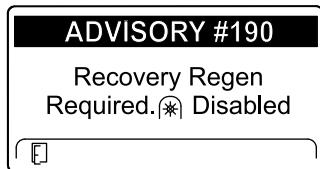

Figura 53
- Richiesta di rigenerazione di recupero – Disabilitazione della presa di forza ADVISORY #190 (Figura 53)